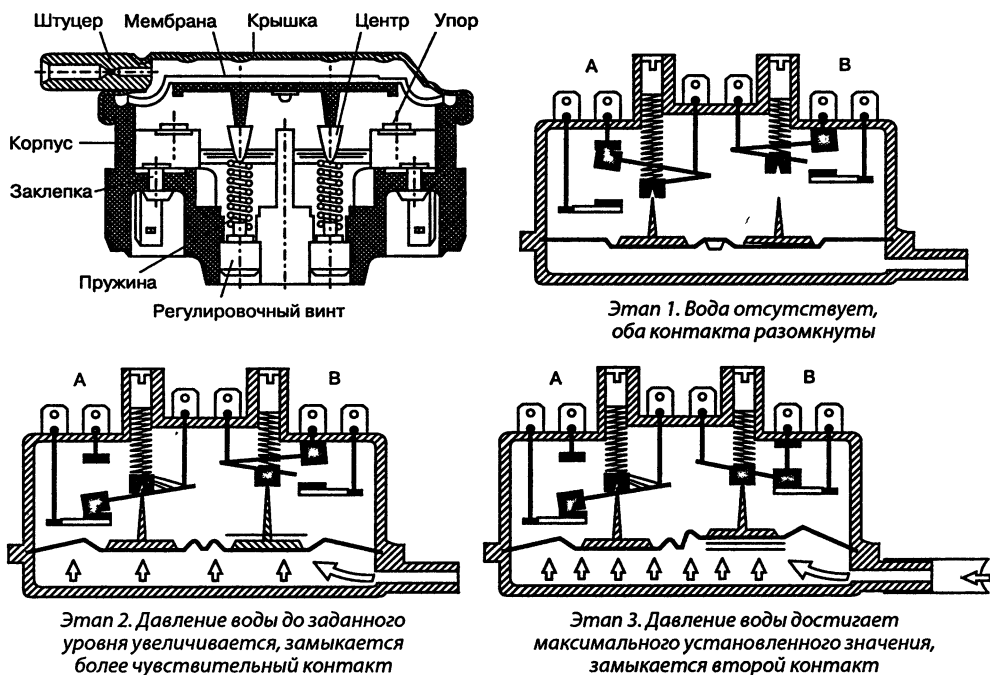

Рис. 10.25. Устройство и принцип действия реле уровня РУ-3СМ
**Реле уровня (прессостат)** служит для контроля заданного уровня залива воды в бак стиральной машины. Принцип его действия основан на преобразовании давления воды, действующего на мембрану, в перемещение подвижных контактов и переключение контактных устройств. Устройство реле уровня и принцип его действия приведены на рис. 10.25.
мембрана прогибается. Через толкатели она переключает контакты. Реле может быть настроено на несколько уровней срабатывания (на рис. 10.25 приведено двухуровневое реле). При понижении давления ниже настроенного уровня происходит обратное переключение контактов. Их мгновенный переброс происходит за счет переключающих плоских пружин.